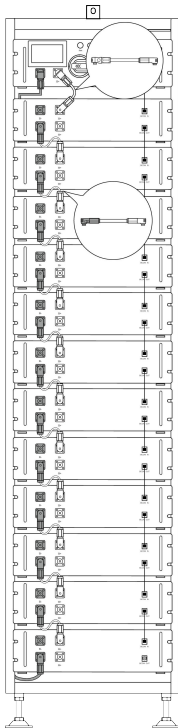
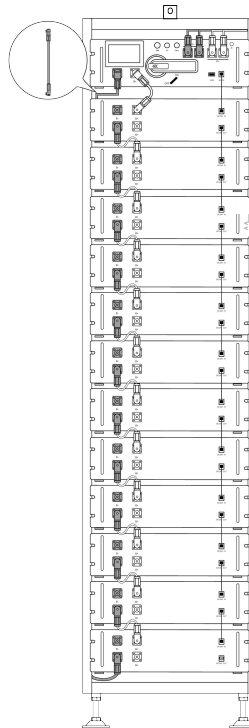

Рисунок 1-3
Рисунок 1-4
2. Cables : Дивіться рисунок 1-3 та рисунок 1-4.